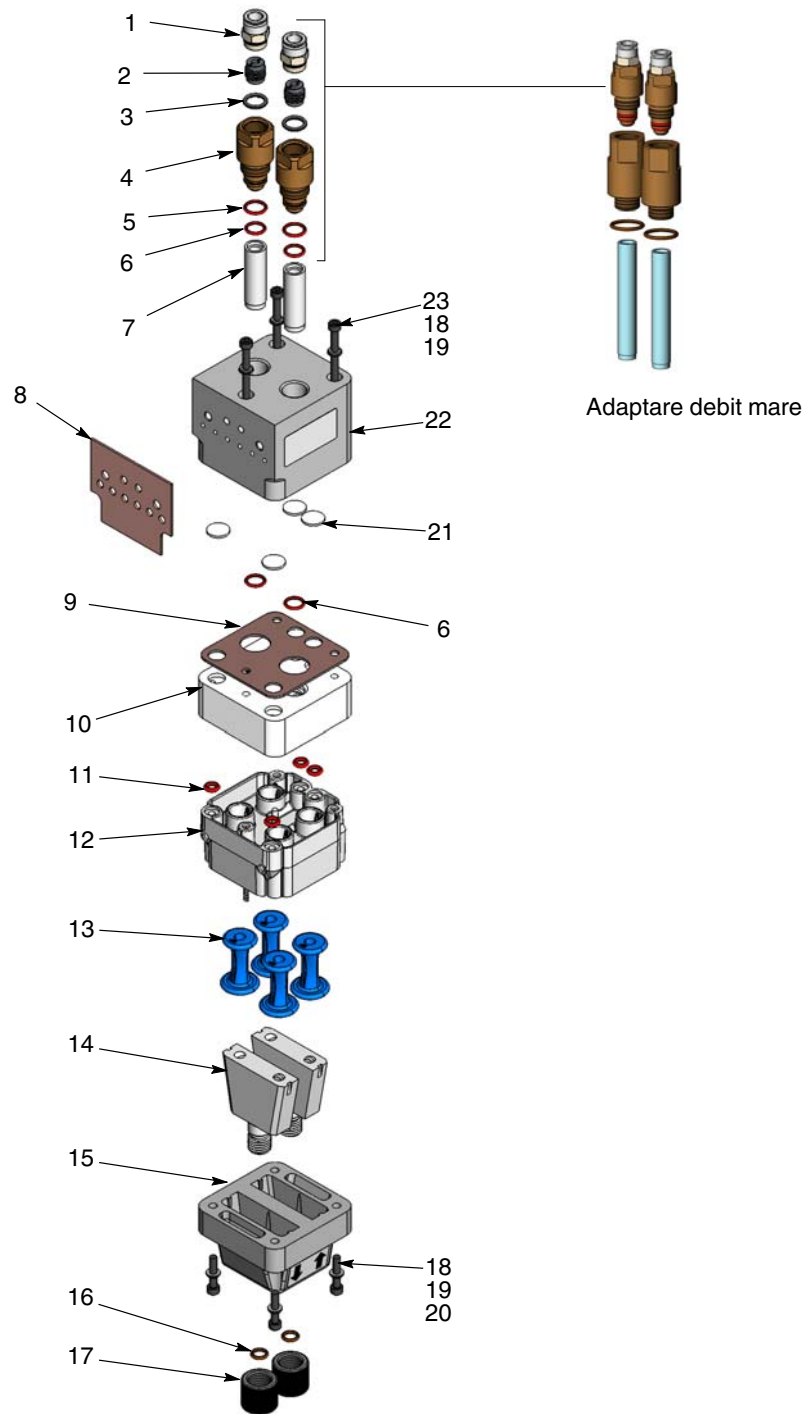

Figura 6-5 Dezasamblarea pompei
4. Vezi Figura 6-5. Dezasamblați pompa așa cum este prezentat, începând cu tuburile de fluidizare. Garniturile lipite nu trebuie desfăcute decât dacă sunt deteriorate.